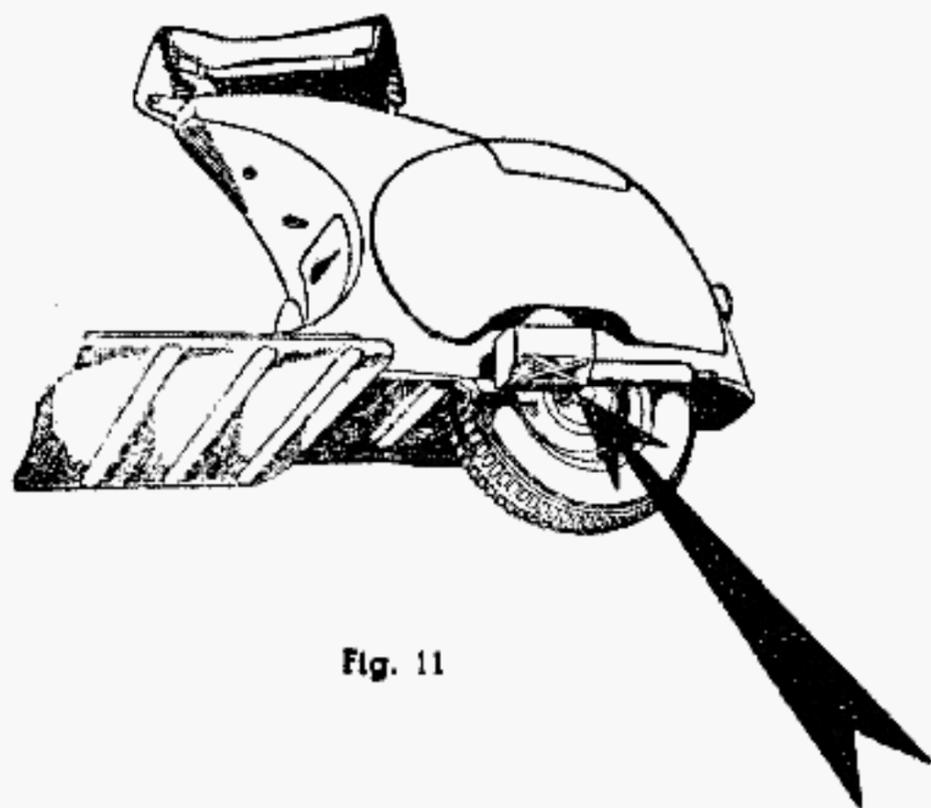

Fig. 11
2°) Pulire la feritola sul terminale del silenziatore di scarico in quanto le proiezioni di olio non carburato, mescolandosi alla polvere, abbiano determinato un parziale otturamento della feritola (vedi fig. 11).
**Ogni 4000 km. :** 1°) Pulire il silenziatore di scarico (vedi fig. 11) l'uso costante di un tipo adatto di candela, introducendo nell'interno acqua e soda caustica (25 %) poi sciacquare bene con acqua corrente.